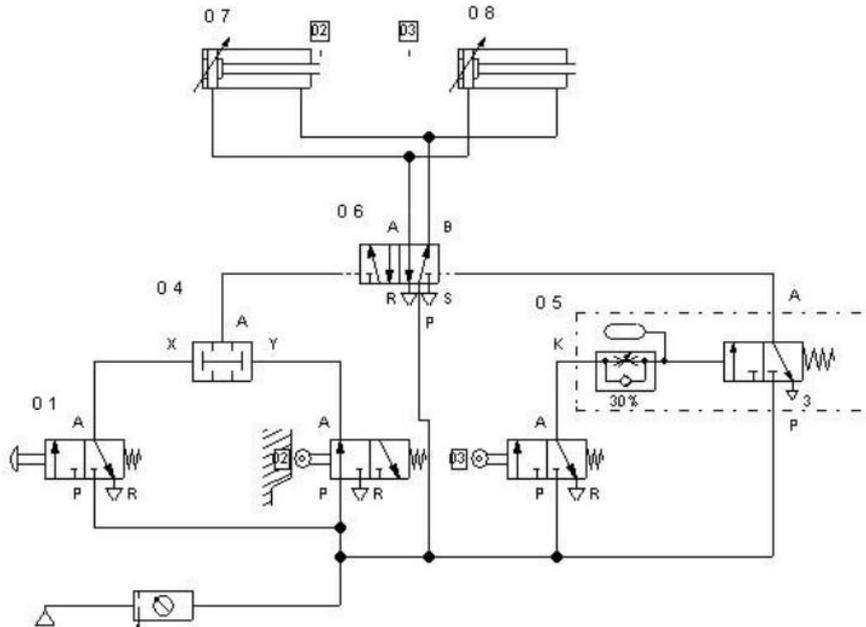

图 H1-2-7 标签粘贴设备气动回路
(1) 任务描述 安装并调试标签粘贴设备气压系统装调，气压回路图如下图H1-2-7 所示。搭建气动回路，启动气泵，调节气动三联件中的减压阀，使系统压力为 4bar。